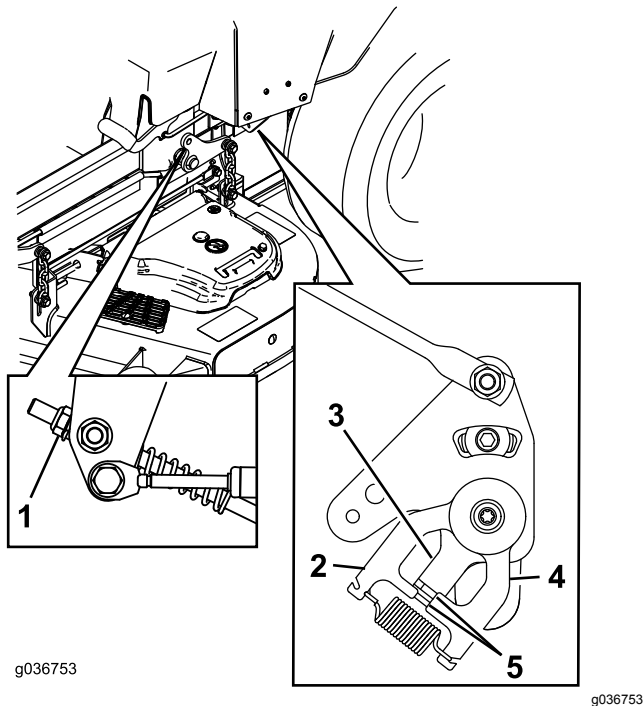

Figura 67
11. Ajuste la longitud de las varillas de control de las bombas girando la tuerca en el sentido apropiado, hasta que las ruedas se muevan ligeramente en marcha atrás (Figura 67).